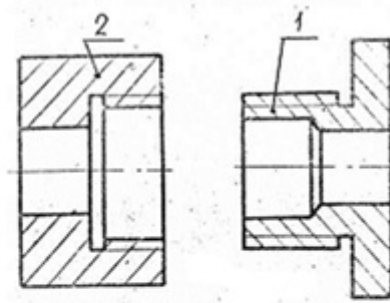

Рисунок 2
2. По фронтальной проекции, рис. 2, построить методом концентрических сфер линию пересечения цилиндра и конуса. Выполнить горизонтальную и профильную проекции. Определить видимость. Построить развертку поверхности, отмеченной буквой «Р».